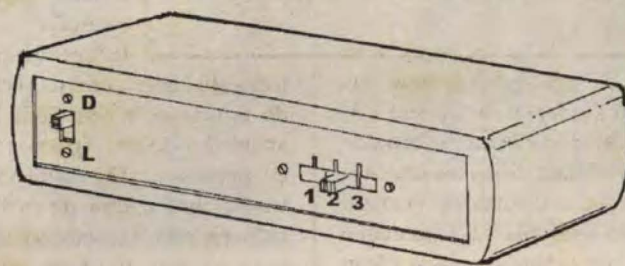

Fig. 6
- FIG. 6 - SUGESTÃO BÁSICA PARA A CAIXA DO SIMUCA-3M... - As pequenas dimensões da placa - apesar da boa potência, e da relativa complexidade do circuito, em suas funções... - permitem seu embutimento num *container* pequeno, cujas dimensões finais dependerão basicamente (já foi mencionado isso na LISTA DE PEÇAS, item OPCIONAIS/DIVERSOS...) do tamanho e forma do dissipador de calor acoplado aos integrados de potência... A propósito disso, lembramos que as lapelas metálicas dos 2002 estão, internamente, ligadas aos seus pinos 3 e que correspondem às próprias ligações ao **negativo** geral da alimentação (a *massa* ou *chassis* do veículo, no caso...). Quem já tiver uma boa prática na interpretação de circuitos, observando a FIG. 1 verá que nada impede, tecnicamente, um *curto* entre as lapelas metálicas dos dois integrados de potência (feito - no caso - pela própria superfície metálica do dissipador de alumínio...), e também nada obsta quanto ao fato do dito dissipador eventualmente *tocar* a estrutura metálica da caixa que contiver o circuito, estando esta em contato elétrico direto com a *massa* do veículo...! Na caixa sugerida, o painelzinho frontal deverá conter apenas o interruptor geral e a chave de escolha da melodia, deslizando em suas três posições possíveis... Na traseira do *container* ficam a entrada geral de alimentação, mais os terminais de conexão ao alto-falante (*corneta* projetora de som...).